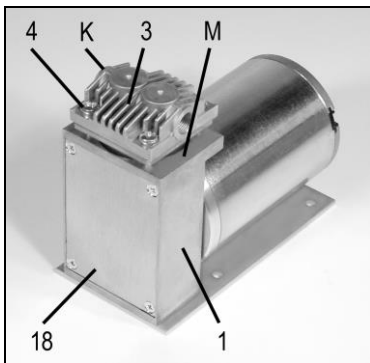
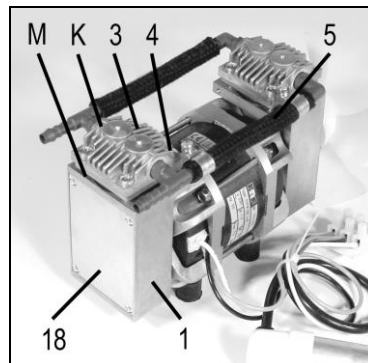

Abb. 5:
Abb. 6:
Die im Folgenden angegebenen Positionsnummern beziehen sich auf die Abb. 5 bis 8.
2. Rippendeckel (3), Zwischenplatte (2) und Gehäuse (1) durch einen durchlaufenden Filzstiftstrich markieren (siehe **M** in Abb. 5 bzw. 6). Damit lässt sich ausschließen, dass die Teile beim späteren Zusammenbau falsch montiert werden.
3. Die vier Rippendeckel-Schrauben (4) lösen und den Rippendeckel (3) abnehmen.
4. Dichtung (6), Ventilplatte (7), Zwischenplatte (2) und Ventilplatte (8) vom Gehäuse (1) abnehmen.
5. Nur für Pumpentyp NPK 09 DC: Deckel (18) nach Lösen der vier Befestigungsschrauben entfernen.
6. "Kopfbaugruppe" auf Gehäuse (**1**) aufsetzen - zur Ausrichtung siehe Abb.5 (einköpfige Ausführungen) und Abb. 6 (zweiköpfige Ausführungen): Bezugspunkt ist das Kompressionszeichen (in den Abbildungen mit **K** markiert) bzw. der Filzstiftstrich (**M**).
- Position und Ausrichtung von Dichtung (6), Ventilplatte (7), Zwischenplatte (2) und Ventilplatte (8) prüfen (siehe dazu Abb. 5, 6 und 8).